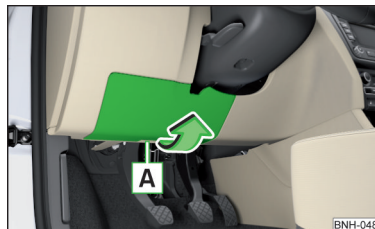

Abb. 157
- Die Abdeckung des Sicherungskastens im Bereich **A** fassen und in Pfeilrichtung abnehmen » Abb. 157.